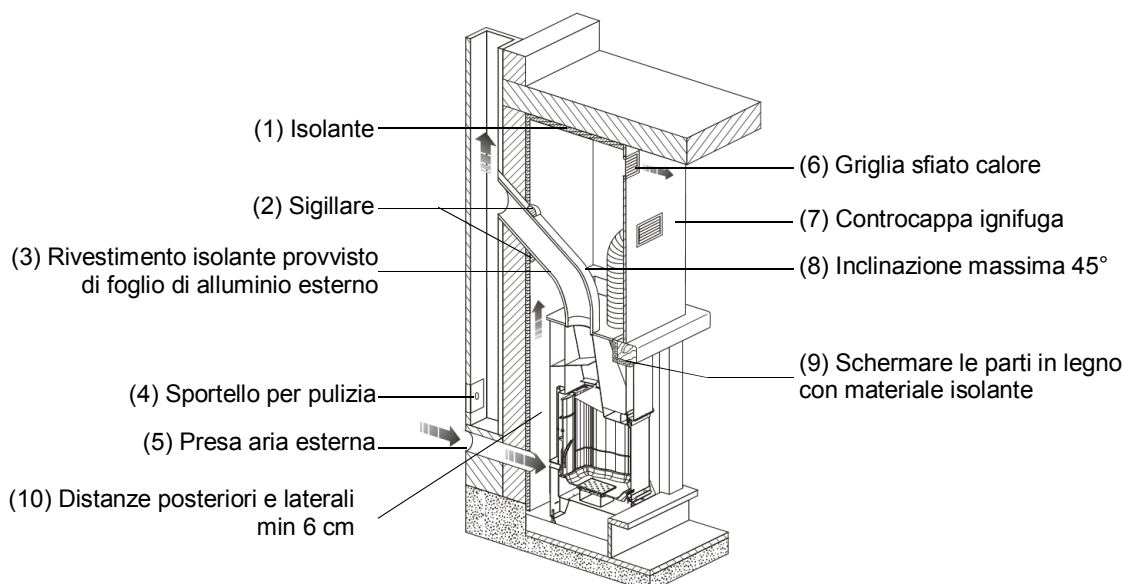

Fig. 17
La griglia di sfiato calore (Fig. 17 pos. 6) va installata sulla parte superiore della cappa a circa 20 cm dal soffitto. Questa **deve sempre essere installata** in quanto la sua funzione è quella di lasciare fuoriuscire nel locale il calore accumulato all'interno della cappa (sovra-pressure).